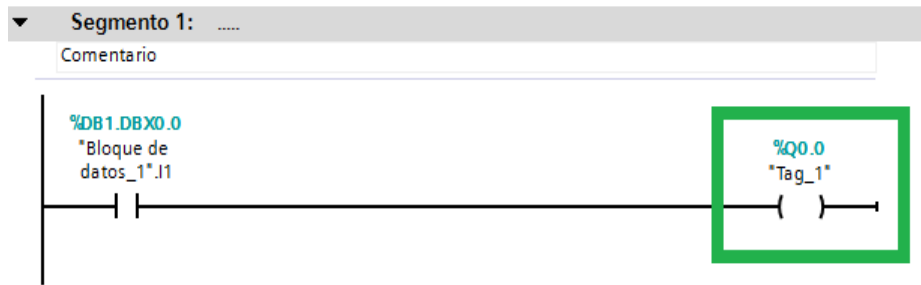

Figura 110: Salida Q0.0.
3. Escribir Q0.0 como se indica en el cuadro verde Figura 110.